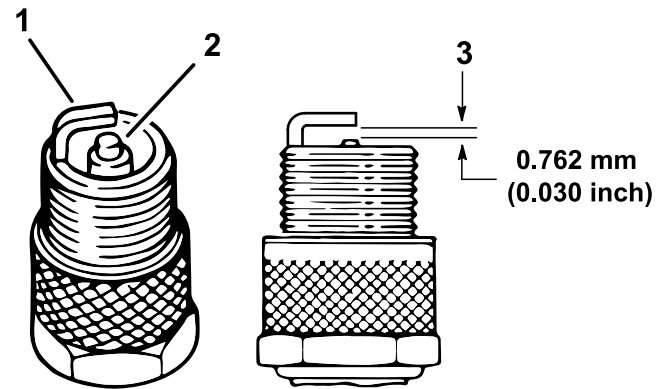

Figure 40
4. Vérifiez l'état des électrodes latérale et centrale, ainsi que de l'isolateur de l'électrode centrale (Figure 40).
5. Réglez l'écartement entre les électrodes centrale et latérale à 0,76 mm, comme montré à la Figure 40.